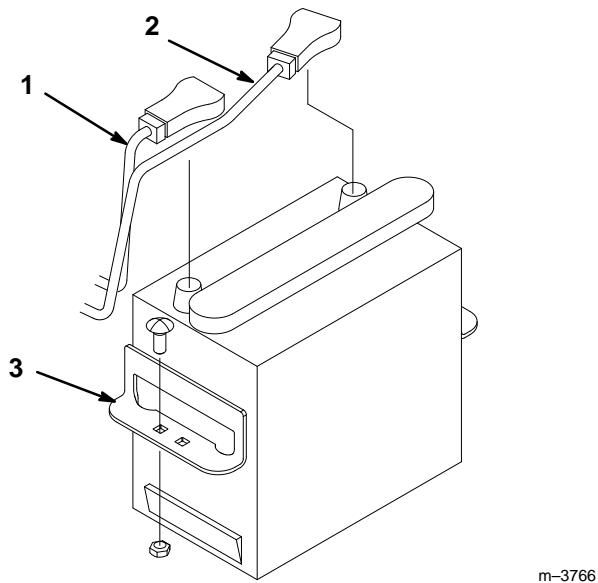

Abbildung 53
3. Die Batteriehaltebügel entfernen (Abb. 53).
4. Das negative (schwarze) Massekabel von der Batterieklemme lösen (Abb. 53).
5. Das positive (rote) Kabel von der Batterieklemme lösen (Abb. 53).
1. Die Batterie auf das Chassis legen (Abb. 53).
3. Das positive (rote) Kabel an der positiven (+) Batterieklemme anschließen und festziehen (Abb. 53).
4. Das negative (schwarze) Kabel an der negativen (–) Batterieklemme anschließen und festziehen (Abb. 53).